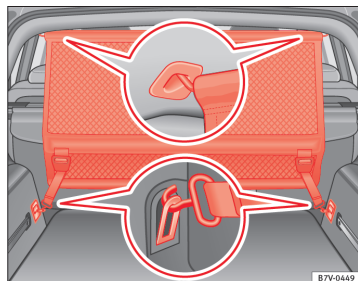

Fig. 94 I bagagerummet: montering af netskillevæg bag 2. sæderække
- Hægt netskillevæggen fast i den bageste venstre holder i taget ⇒ Fig. 94 A. Sørg for, at tværstangen trækkes nedad forbi den øverste position.